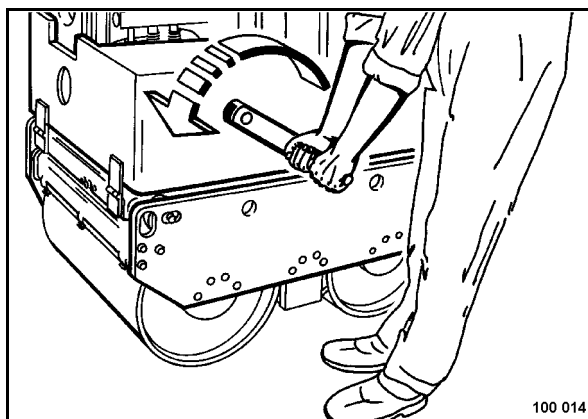

Fig. 23
- Colocarse en posición correcta hacia la máquina, y prestar atención a la posición correcta de las manos en la manivela (Fig. 23).